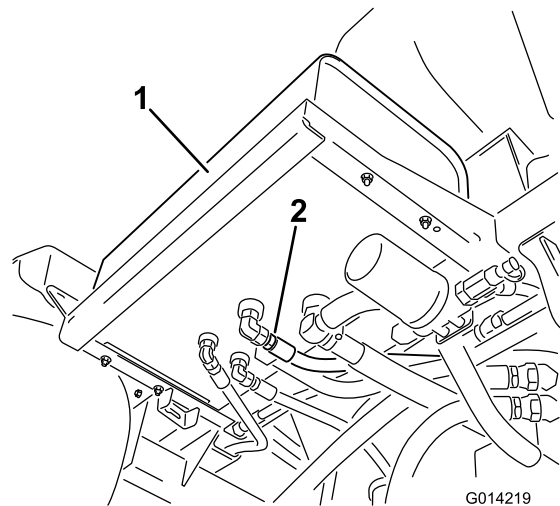

Figura 93
2. Limpie la zona alrededor del acoplamiento de uno de los manguitos hidráulicos, en la parte inferior del depósito de fluido hidráulico (Figura 93).
4. Retire el acoplamiento de manguera del depósito y deje fluir el fluido al recipiente (Figura 93).